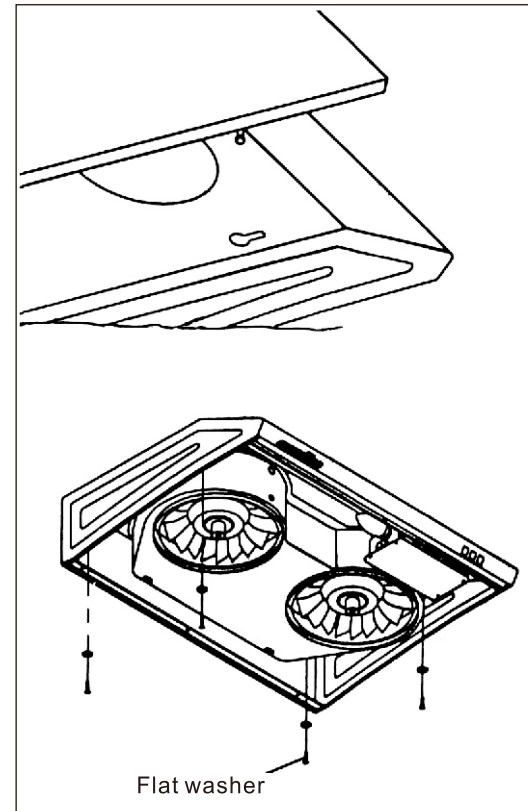

Fig. 13 Placez les trous d'accès vis-à-vis les vis.
9. Placez les quatre extrémités les plus larges des trous d'accès dans les quatre vis sur le cabinet, puis ajustez la hotte jusqu'à ce que les vis soient poussées dans la partie étroite des trous d'accès (Fig. 13)